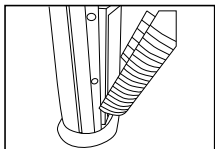

Fig. 6
3. Retire los filtros HEPA de la unidad principal. Fig. 6